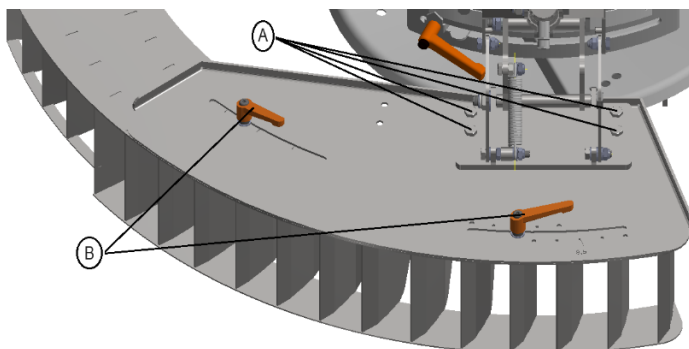

Figura 6.14 – Limitador de borde lateral (posición de trabajo).
- Monte el bloque de aletas en la posición indicada, (Figura 6.14), es decir, los 4 tornillos - **A** - en el orificio más a la derecha del bloque;